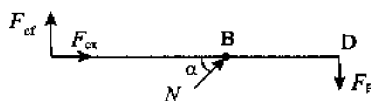

图 13-4
解 (1) 设杆 AB 对梁 CD 的支撑力是 N ,则对梁 CD 的受力分析如图 13-4 所示。